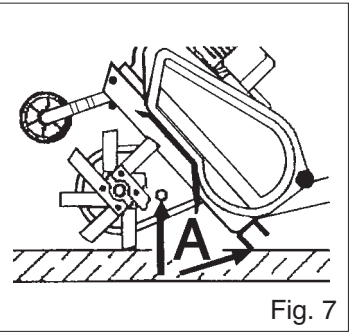

Fig. 7
- a) Draai de schroefdop los (Fig. 7)